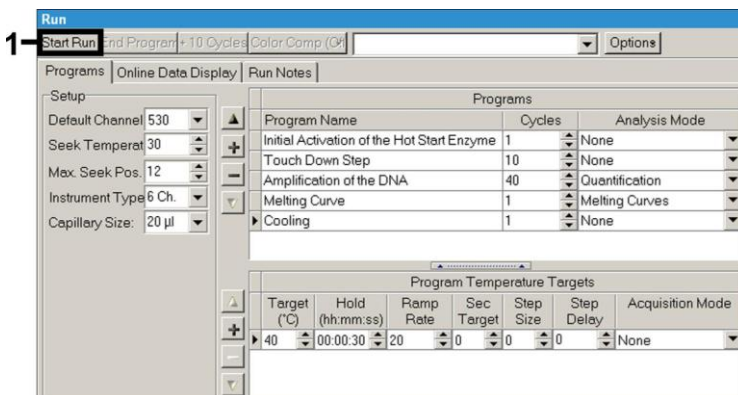

Fig. 13: Start av PCR-körningen.
- För att starta PCR-körningen byter du till fältet *Run* (Körning) och aktiverar funktionen *Start Run* (Starta körning) (se Fig. 13). PCR-programmet startar när du har angett platsen där data ska sparas.